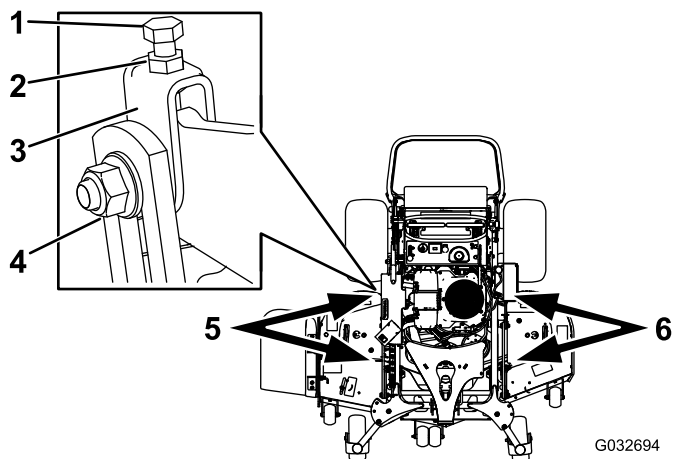

Figura 90
1. Afloje la tuerca lateral y la contratuerca de las horquillas que desea ajustar (Figura 90).
2. Gire el perno superior de las horquillas para ajustar la altura de la carcasa de corte (Figura 90).